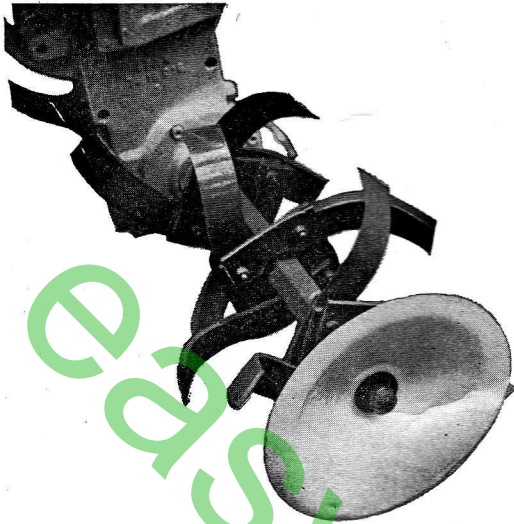

Fig. 14
- La paire de couronnes d'outils supplémentaires se monte de part et d'autre du carter d'entraînement de la machine. Monter ensuite les couronnes normales (fig. 14).
Les disques protège-plantes permettent de travailler en toute sécurité près des plantes ou des bordures (fig. 14).